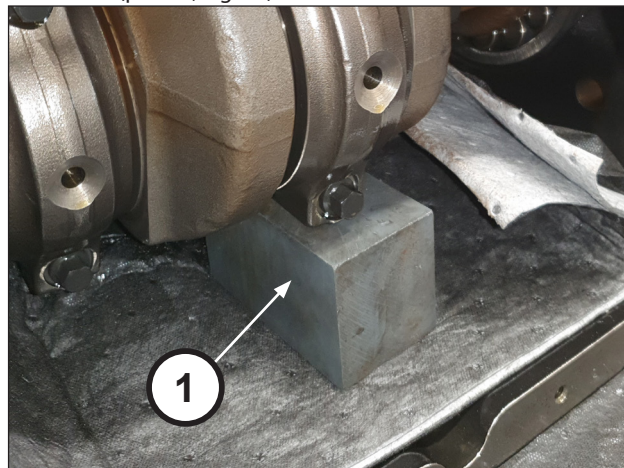

Fig. 21
Inserire uno spessore sotto la biella per impedire la rotazione dell'albero (pos. ①, Fig. 21).